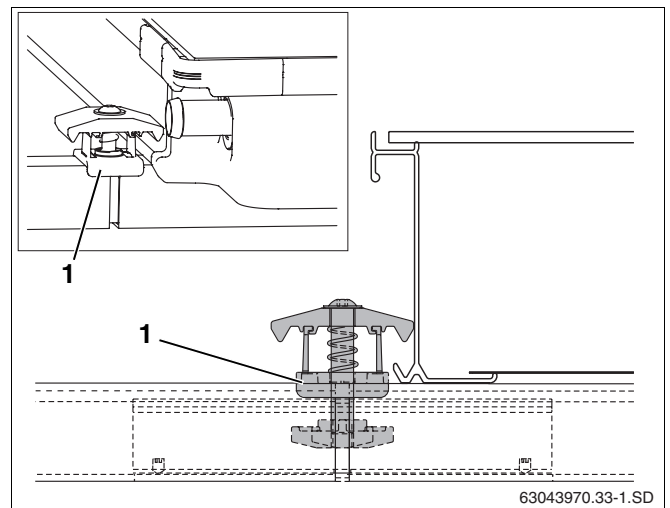

Fig. 48 Montaje del tensor bilateral del colector
- ▶ Coloque el tensor bilateral del colector con la tuerca hacia delante en la abertura del perfil guía y de la pieza de unión de tal forma que el distanciador de plástico (fig. 48, **pos. 1**) envuelva al perfil guía.